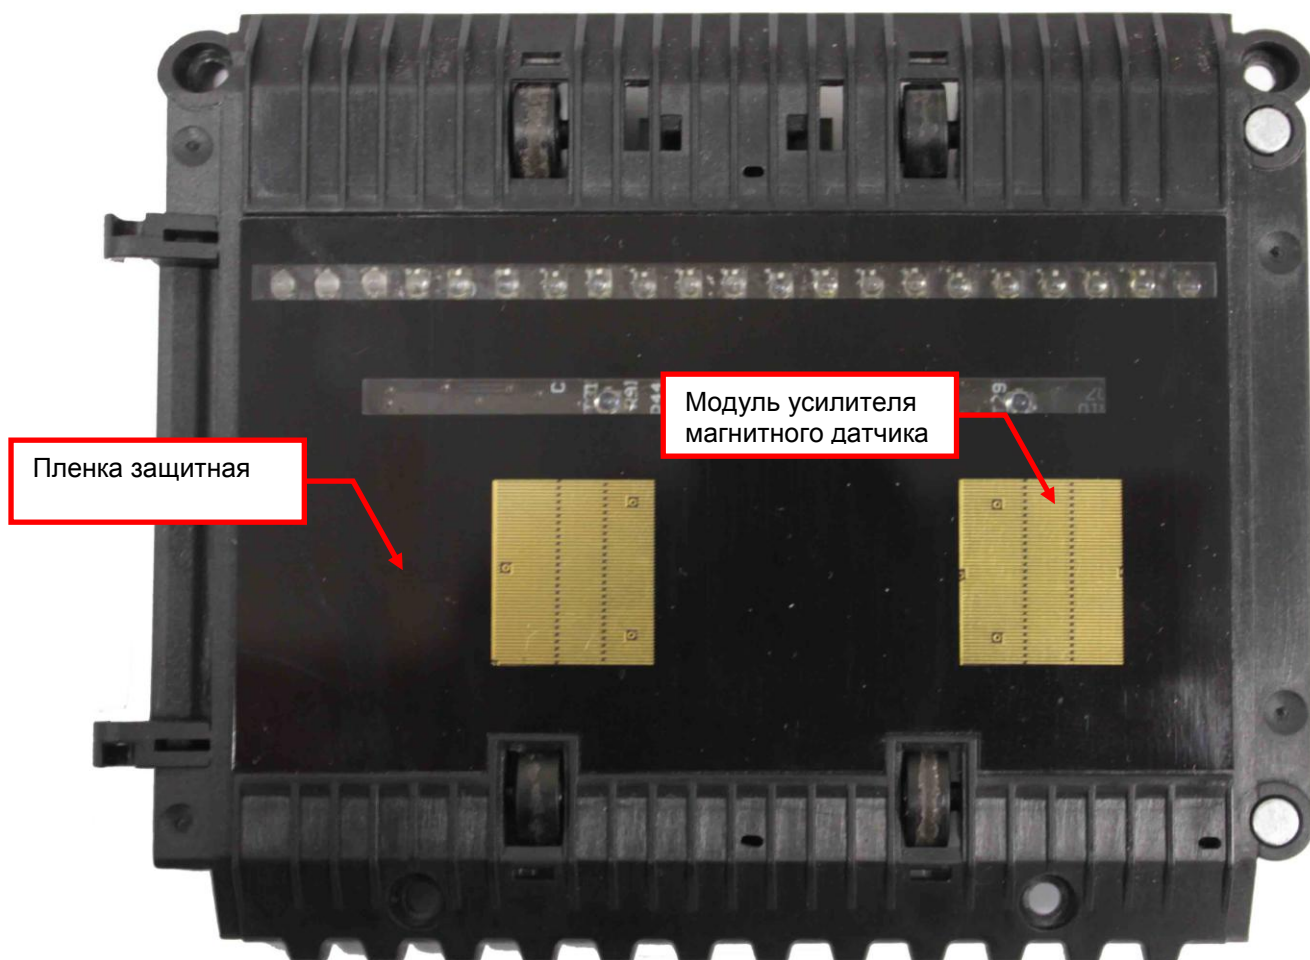

Рисунок 9.19
- 9.9.3** Снимите, с помощью пинцета, защитную пленку. Модуль усилителя магнитного сигнала находится под пленкой (см. рис.9.19).